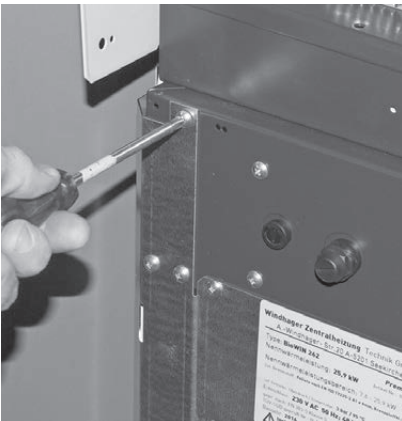

Fig. 124 Rimuovere la vite
- Rimuovere la vite per lamiera superiore di sinistra nel quadro di comando della caldaia a pellet – Fig. 124.